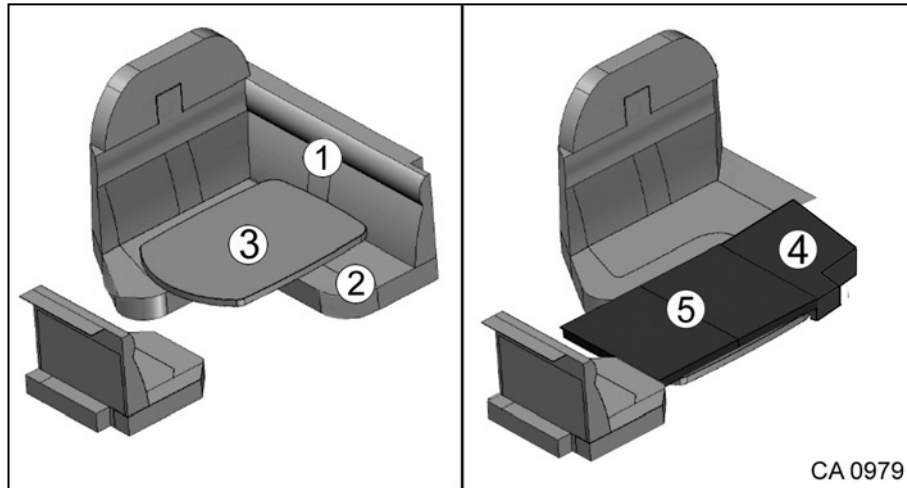

Fig. 69 Transformer les canapés en couchage pour la nuit
1. Enlever le coussin dossier (Fig. 69/1) et le coussin d'assise (Fig. 69/2).
2. Abaisser la table (Fig. 69/3).
3. Mettre en place le premier coussin d'appoint (Fig. 69/4).
4. Mettre en place le deuxième coussin d'appoint (Fig. 69/5).